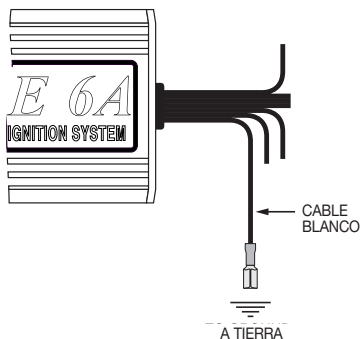

FIGURA 6
**Si se dispara el arranque con el cable blanco: (Consulte la figura 6)**